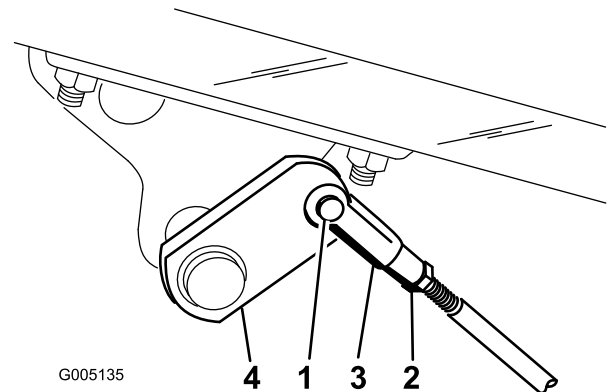

Figura 39
2. Se os travões não bloquearem de forma idêntica, desengate as barras dos travões, retirando o respectivo contrapino e pino da manilha (Figura 39).
3. Liberte a porca de bloqueio e efectue o ajuste da manilha (Figura 39).
4. Monte a cavilha no eixo do travão (Figura 39).